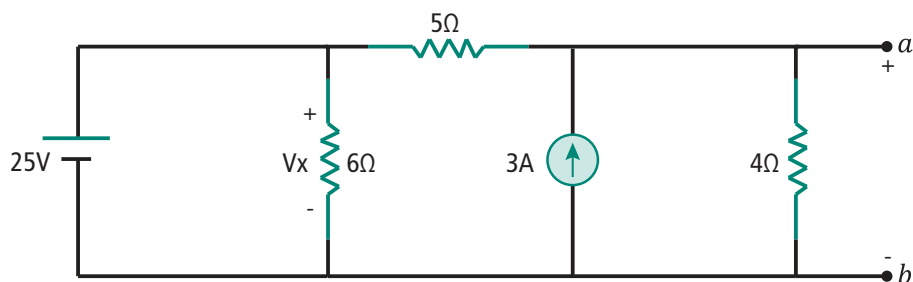

Figura 8.7: Circuito para elaboração do equivalente de Norton e Thévenin
1. Determine os circuitos equivalentes de Thévenin e de Norton para o circuito da Figura 8.7, a partir dos terminais a-b.
2. Determine a potência dissipada em um resistor de $20\ \Omega$ conectado ao circuito da Figura 8.7 entre os terminais a-b.
3. Altere o valor da fonte de tensão para 100 V e determine novamente os circuitos equivalentes de Thévenin e de Norton para a Figura 8.7.
4. Ache o valor da tensão V_x no circuito da Figura 8.7.